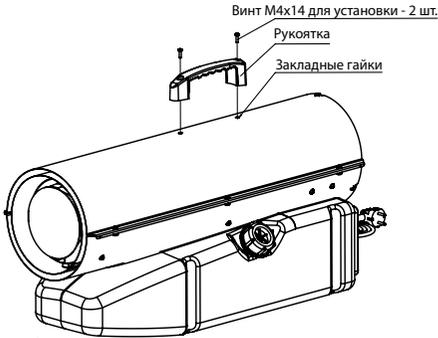

Рис. 2
2. Установите на корпус воздухонагревателя ручку с помощью двух винтов, как показано на рис. 2